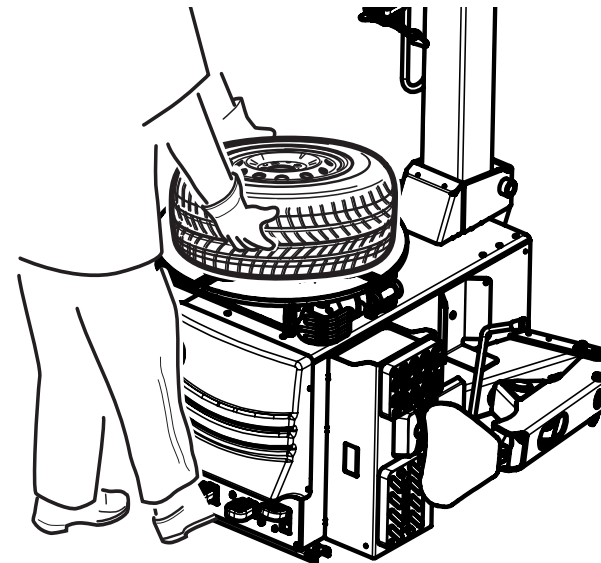

fig.44
- sollevare il pneumatico verso l'alto con entrambe le mani, permettendo all'aria (che fuori esce dai fori delle corsie) di "entrare" fra cerchio e pneumatico (fig.44).
- spingere il pedale di gonfiaggio (L) fino a fine corsa, per ottenere la fuoriuscita dell'aria dalle corsie e, allo stesso tempo, rilasciare il pneumatico per consentire l'**intallamento**.
N.B.: qualora il pneumatico non si "intalloni" ripetere scrupolosamente le operazioni suddette. Una volta intallato il pneumatico, continuare l'operazione di gonfiaggio, premendo il pedale di gonfiaggio (L) nella posizione intermedia, fino a raggiungere la pressione desiderata.
- Raise the tyre with both hands to allow the air (which comes out of the tracks) to get between rim and tyre (fig.44).
- Press the inflation pedal (L) completely down to obtain the air output from the tracks. At the same time release the tyre to allow the **beading in**.
N.B.: Whenever the tyre does not bead in, repeat all the stages in the above sequence. When the tyre is beaded in, continue inflation by pressing the pedal (L) in the intermediate position until the desired pressure is reached.
- soulever des deux mains le pneu vers le haut, permettant à l'air (qui sort des orifices de la voie de "pénétrer" entre la jante et le pneu (fig.44).
- presser sur la pédale de gonflage (L) jusqu'à la fin de la course, pour permettre la sortie de l'air des voies et en même temps, libérer le pneu pour en permettre l'**intalonnement**.
N.B. Au cas où le pneu ne "s'intalonnerait pas" répéter soigneusement les susdites opérations. Après avoir intalonné le pneu, continuer l'opération de gonflage en pressant sur la pédale de gonflage (L) dans la position intermédiaire, jusqu'à atteindre la pression désirée.
- den Reifen mit beiden Händen hochheben, damit so die Luft (die aus den Öffnungen der Gänge austritt) zwischen Felgen und Reifen "eindringen" kann (Abb. 44);
- das Aufpumpedal (L) bis Umlaufende betätigen, damit die Luft aus den Gängen ausströmt und gleichzeitig den **Reifen herunterlassen**, um so die Einwulstung zu ermöglichen.
- Levante el neumático hacia arriba con ambas manos, consentiendo al aire (que sale por los orificios de los recorridos) de entrar entre llanta y neumático (fig. 44)
- Apriete el pedal de hinchamiento (L) hasta el tope del recorrido, para obtener la salida del aire de los recorridos y contemporáneamente relaje el neumático para consentir su **talonamiento**.